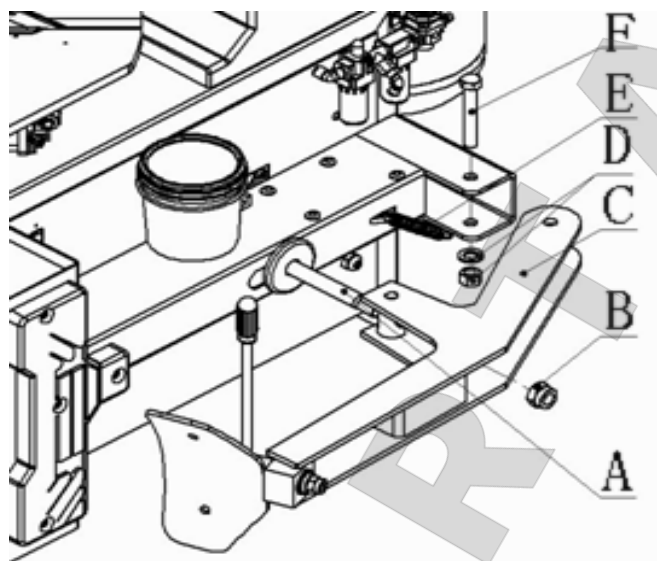

Рис. 4-11
4.2.16 Отвинтите контргайку (Рис.4-11 В) в верхней части штока поршня цилиндра разбортовочного устройства и отвинтите
соединение болта (4-11 F) (4-11 D) на корпусе. Согласно указаниям на Рис.4-11, вставьте нож (4-11 C) в шток поршня (4-11 A), повесьте один конец пружины ручки разбортовочного устройства (4-11 E) на корпус и затем вставьте болт (4-11 F) в корпус и отверстие для ножа и используйте гайку и плоскую шайбу (4-11 D) и болт (4-11 F) для соединения и фиксации. Затяните контргайку (4-11 B) шток поршня цилиндра разбортовочного устройства. Повесьте другой конец пружины ручки разбортовочного устройства (4-11 E) на контактный вал ручки разбортовочного устройства (4-12 A)